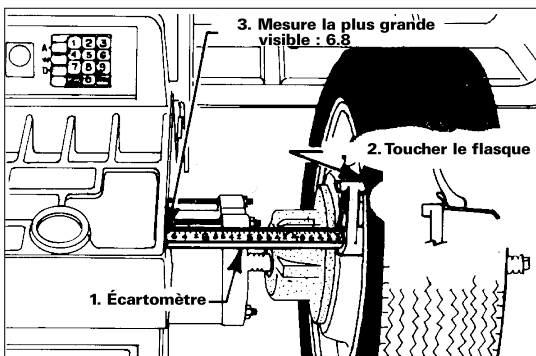

Figure 12 – Prise de mesure du plan intérieur
1. Prenez la mesure de la zone du plan intérieur (A). Pour ce faire, sortez l'écartomètre de l'équilibreuse jusqu'à ce qu'il touche la jante (figure 12). Placez la petite extrémité de la poignée contre la partie en retrait du flasque intérieur de la roue. Prenez en note la dernière mesure visible à l'endroit où l'écartomètre sort de son logement.